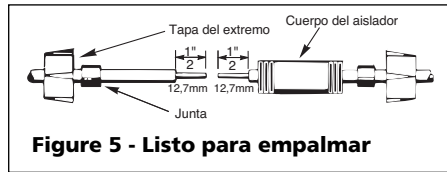

Figura 5 - Listo para empalmar
manguito de junta de neopreno en cada cable a empalmar (ver Figura 5).
- Deslice el cuerpo del aislador por un extremo del cable (Figura 5).